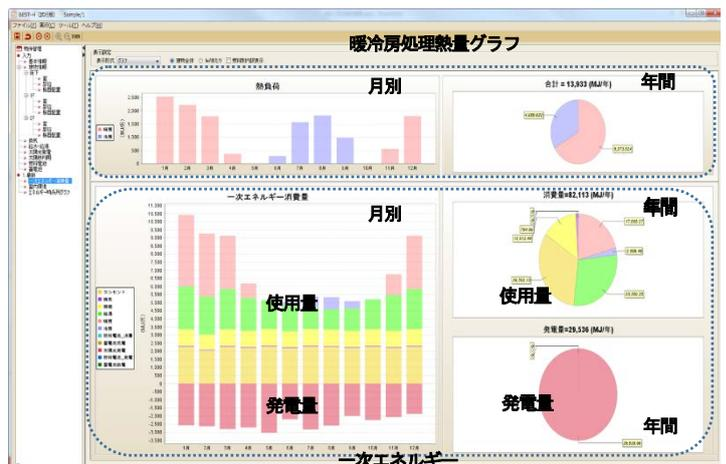

図2 エネルギー・暖冷房処理熱量グラフ画面
- ・エネルギーグラフ（月別・年間）（図2）
- ・暖冷房処理熱量グラフ（各月・年間）（図2）